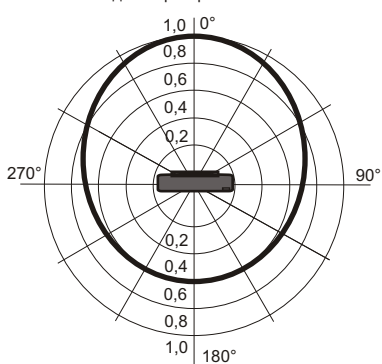

Рис.2 Схема подключения и диаграмма направленности звука оповещателя.
2.6. Диаграмма направленности звука на рис.2 (п.5.3)
5.1. Перед установкой необходимо проверить внешний вид оповещателя на наличие повреждений и проверить работоспособность следующим образом: подключить источник питания (типа Б5-7) к выводам оповещателя (рис.2), предварительно установив напряжение питания (12±3)В. При этом оповещатель должен выдать звуковой и световой сигналы.
5.3. На рис.2 показана схема подключения и диаграмма направленности звука.